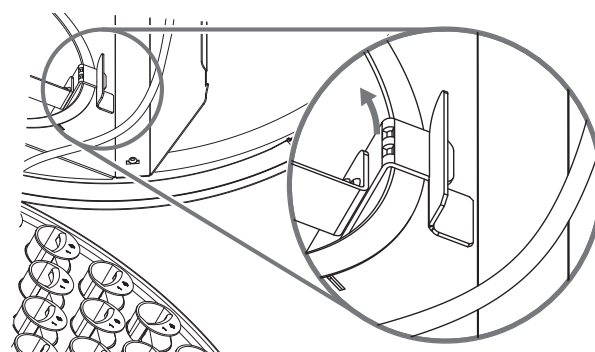

Bild 6. Demontering av spjäll.
- 6) Spjälldelen trycks inåt samtidigt samtidigt som den vrids medurs och dras ut ur donet, bild 6.